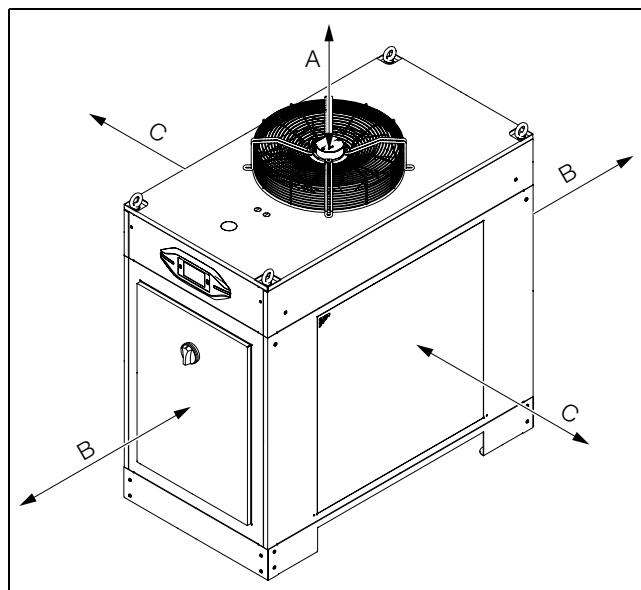

Imagen 16: Distancias mínimas
- La abertura situada en la parte superior de la chiller debe mantenerse libre para no obstaculizar la salida del aire caliente (ver imagen 16). Para facilitar la conexión de las conducciones de alimentación, así como las tareas de mantenimiento y reparación deberían mantenerse las distancias mínimas indicadas en la imagen 16.
- También para evitar un «cortocircuito» (mezcla de aire de entrada y salida) y garantizar la máxima potencia de refrigeración deben mantenerse las distancias mínimas indicadas en la imagen 16.